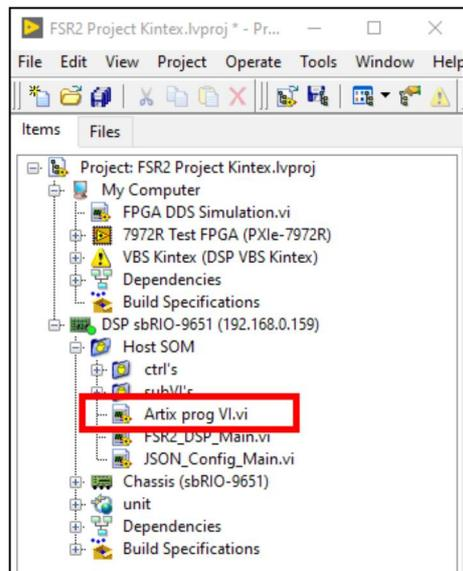

Рис. 1-2 Artix prog VI.vi для управления питанием ПЛИС Kintex
5.5. Открыть *Artix prog VI.vi* для управления питанием ПЛИС Kintex (Рис. 1-2).